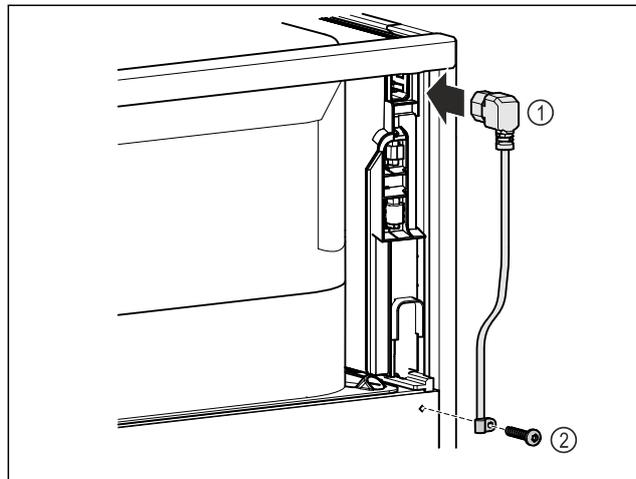

Fig. 9
- ▶ Kaltgerätebuchse der Netzanschlussleitung Fig. 9 (1) auf der Rückseite des Geräts einstecken.
- ▶ Zugentlastung montieren. Fig. 9 (2)